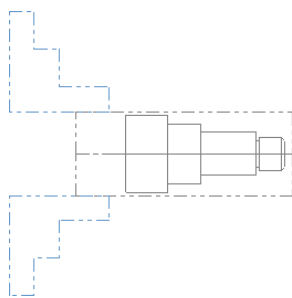

图 8.12.6 预览夹爪形状和位置
Step6. 单击 **预览车床边界** 按钮查看夹具，如图 8.12.6 所示。按 Enter 键，然后在“机床组件管理器 - 卡爪”对话框中单击 **✓** 按钮，系统返回到“机床群组属性”对话框。